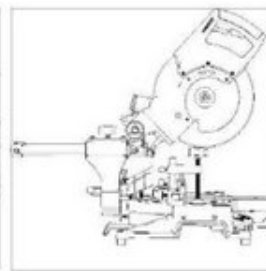

Fig. 23
**Mechanizm przesuwny powinien zablokowany w położeniu krańcowo tylnym. (Rys.23)**